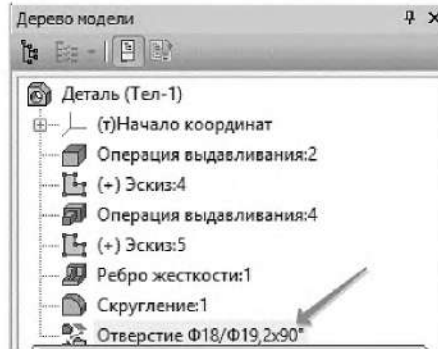

Рисунок 3.76. Выбор отверстия
7.2 Укажите отверстие в Дереве модели (рисунок 3.76).